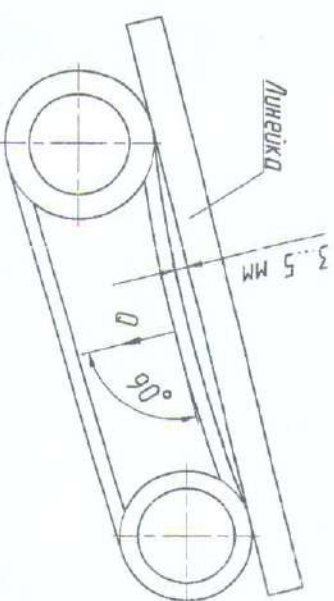

Рисунок 7
**Регулировка натяжения ремня:** к середине ремня прикрепить проволоку диаметром  $\varnothing 1$  мм и приложить усилие  $Q=60$  Н. Протяб должен быть от 10 до 12 мм (Рисунок 7).